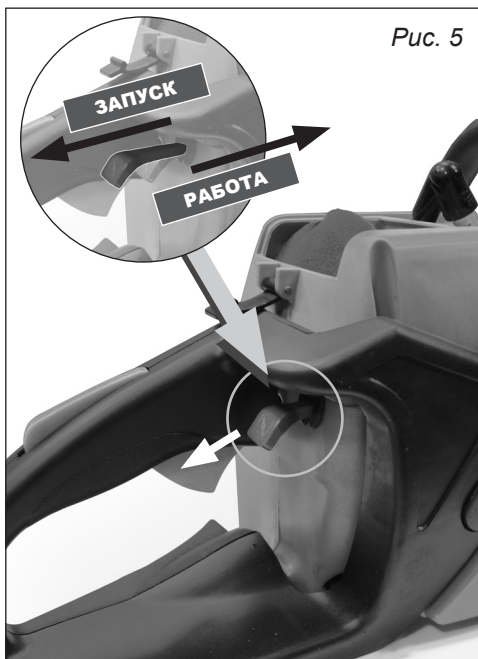

Рис. 5
4. Вытяните рукоятку воздушной заслонки (рис. 5).